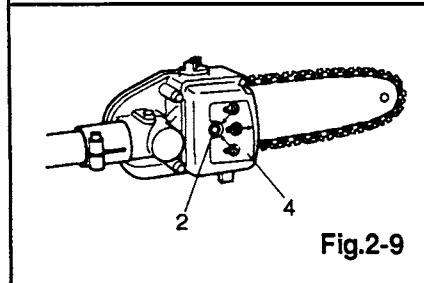

Fig.2-9
L'étiquette numérotée (4) explique la succession d'ajustage pour l'huile à chaîne. (Fig. 2-9)
- Desserrer l'écrou de fixation (2) d'un tour. (Fig. 2-9) Ⓞ
- Après l'ajustage, serrer légèrement l'écrou de fixation (2). (Fig. 2-9) Ⓞ